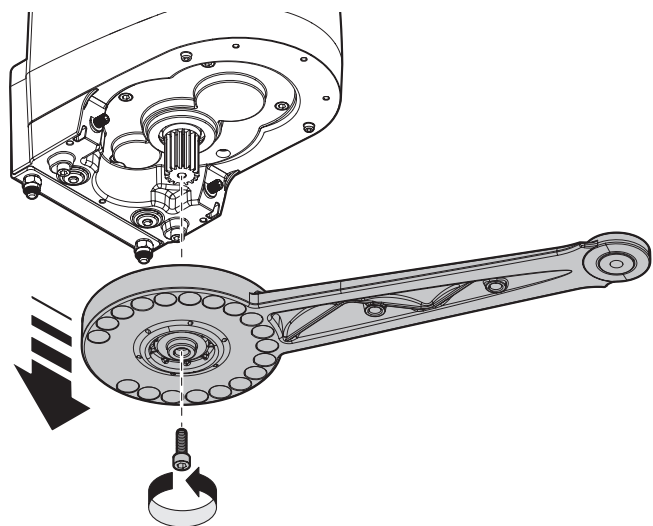

Fig. 14
03. Desapertar o parafuso do braço do motor e retirá-lo como ilustrado **fig. 14**;